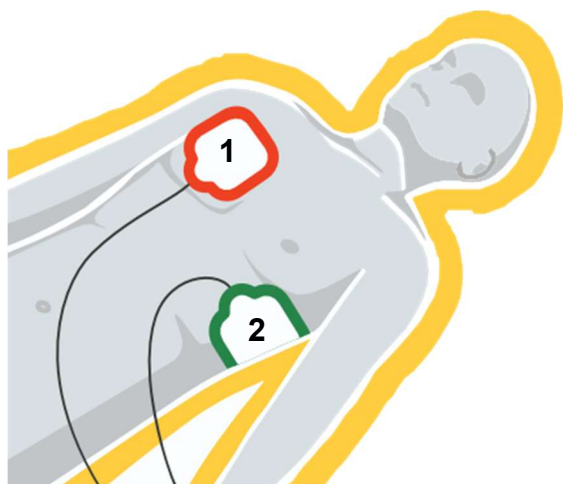
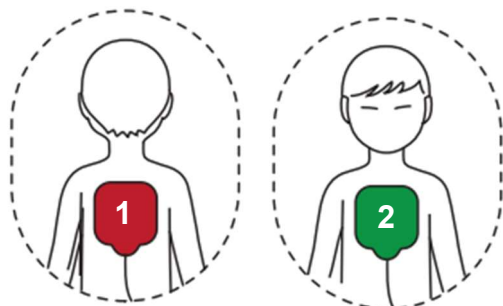

Fig. 13 Position des électrodes chez l'adulte
Fig. 14 Position des électrodes chez les enfants
- ▶ Retirez le film protecteur de l'une des électrodes, puis l'appliquer immédiatement sur la zone indiquée. (Voir figure 13 pour les adultes et figure 14 pour les enfants).